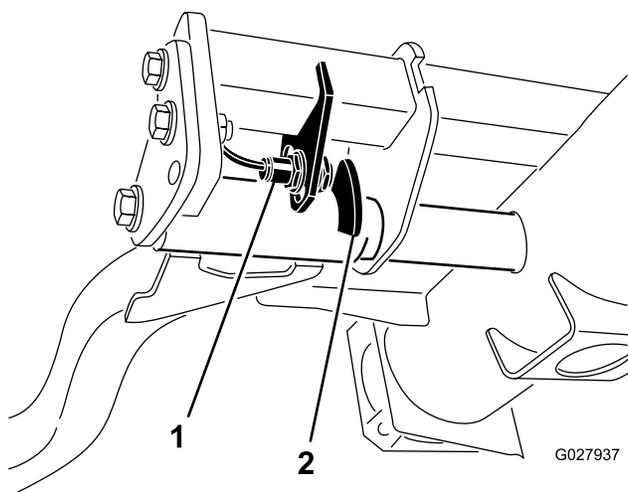

Рисунок 66
2. Переключатель подъемного рычага расположен под гидравлическим баком позади переднего правого подъемного рычага (Рисунок 66).
3. Ослабьте крепежные винты переключателя и переместите переключатель вниз, чтобы увеличить высоту поворота подъемного рычага, или переместите переключатель вверх, чтобы уменьшить высоту поворота подъемного рычага (Рисунок 66).